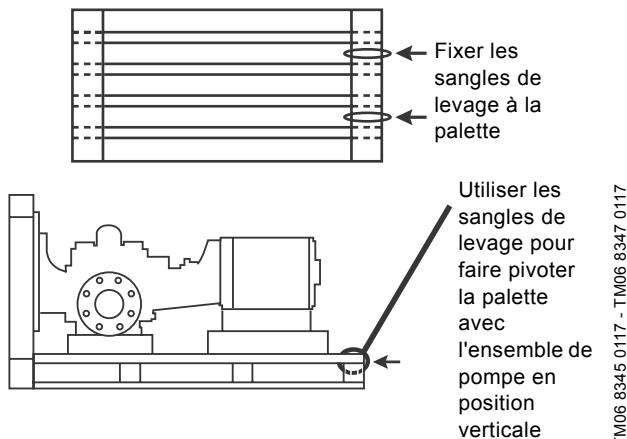

Fig. 3 Pompes KPV, KPVS, points de levage appropriés pour la palette
1. Installer une sangle de levage sur chaque lame de sol (4 x 4 po) de la palette. Fixer solidement les sangles aux coins de la palette, près du haut du moteur de la pompe. Voir fig. 3.